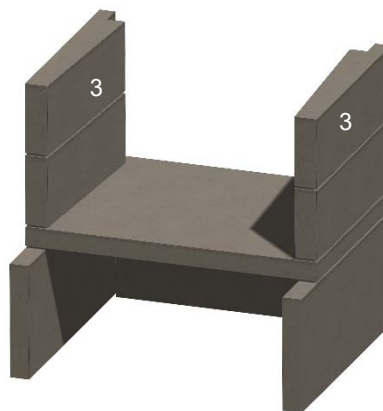

Figure 12. Murs latéraux intermédiaires
F. Installez les parois latérales du milieu (3) en vous assurant qu'elles sont de niveau et d'équerre. Voir la figure 12.